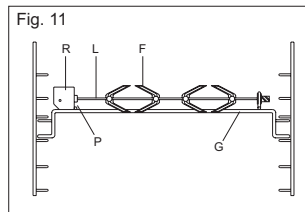

Fig. 11
- Steek de kip of het te roosteren gedeelte op het spit **L** en zet het stevig en goed uitgebalanceerd vast tussen de twee vorkjes **F**, om een onnodige overbelasting van de reductor **R** (fig. 11) te vermijden.
- Plaats het spit op support **G**, na het andere uiteinde ervan in het gat **P** van het motortje **R** (fig. 11) te hebben gestoken.